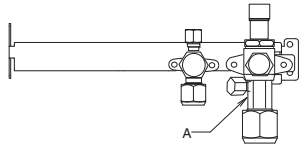

Fig. 7-7
- Quando retirar ou apertar a porca afunilada do tubo de gás, utilize 2 chaves ajustáveis juntas: uma na porca afunilada do tubo de gás e outra na parte A. (Fig. 7-7)